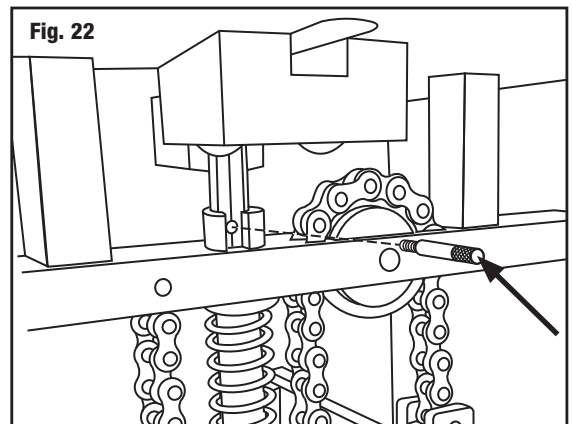

Fig. 22
2. Aparte el pivote de empuje, bajando la palanca hasta la mitad y desapretando el pivote. **(Fig. 22)**
2. Entfernen Sie den Schiebepfosten, indem Sie den Hebel halb durchdrücken und den Stift abschrauben. **(Abb. 22)**